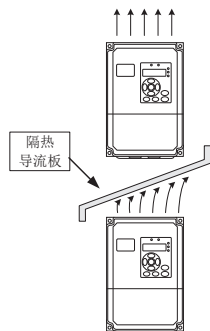

图3-2 隔热导流板安装示意图
- 2) 请向上垂直安装变频器, 便于热量向上散发。若柜内有多台变频器时, 请并排安装。在需上下安装场合, 请参考图3-2, 安装隔热导流板;